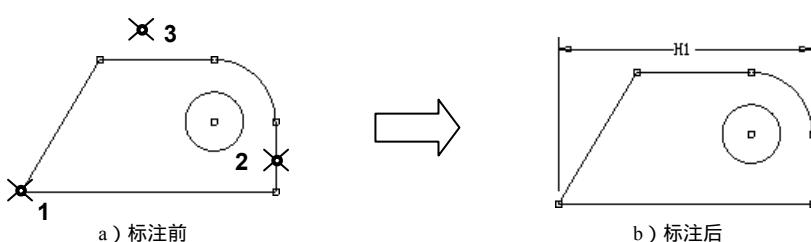

图 3.2.46 标注水平尺寸
- 步骤 02 选取标注对象。分别单击位置 1 和位置 2 所在的直线，单击位置 3 以放置尺寸，如图 3.2.46 所示。